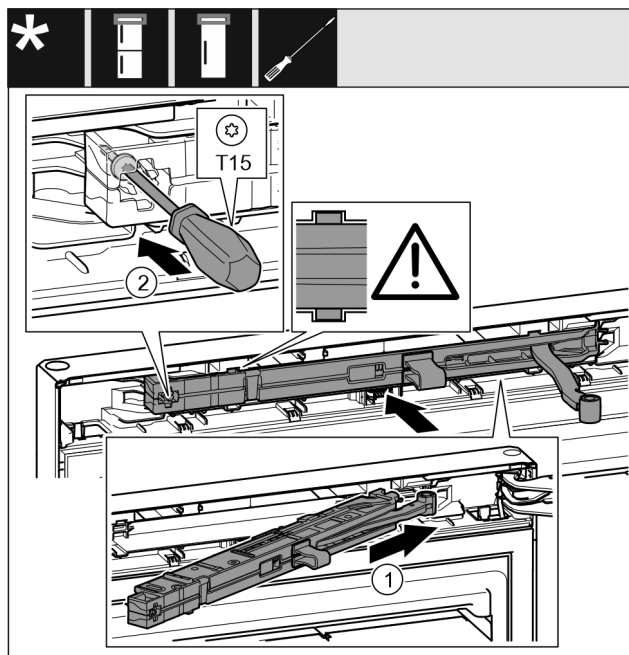

Fig. 24
- ▶ Inserire in diagonale l'unità dell'ammortizzatore di chiusura Fig. 24 (1) nel vano sul lato del blocco di supporto fino a battuta.
- ▶ Stringere la vite Fig. 24 (2) con un cacciavite.